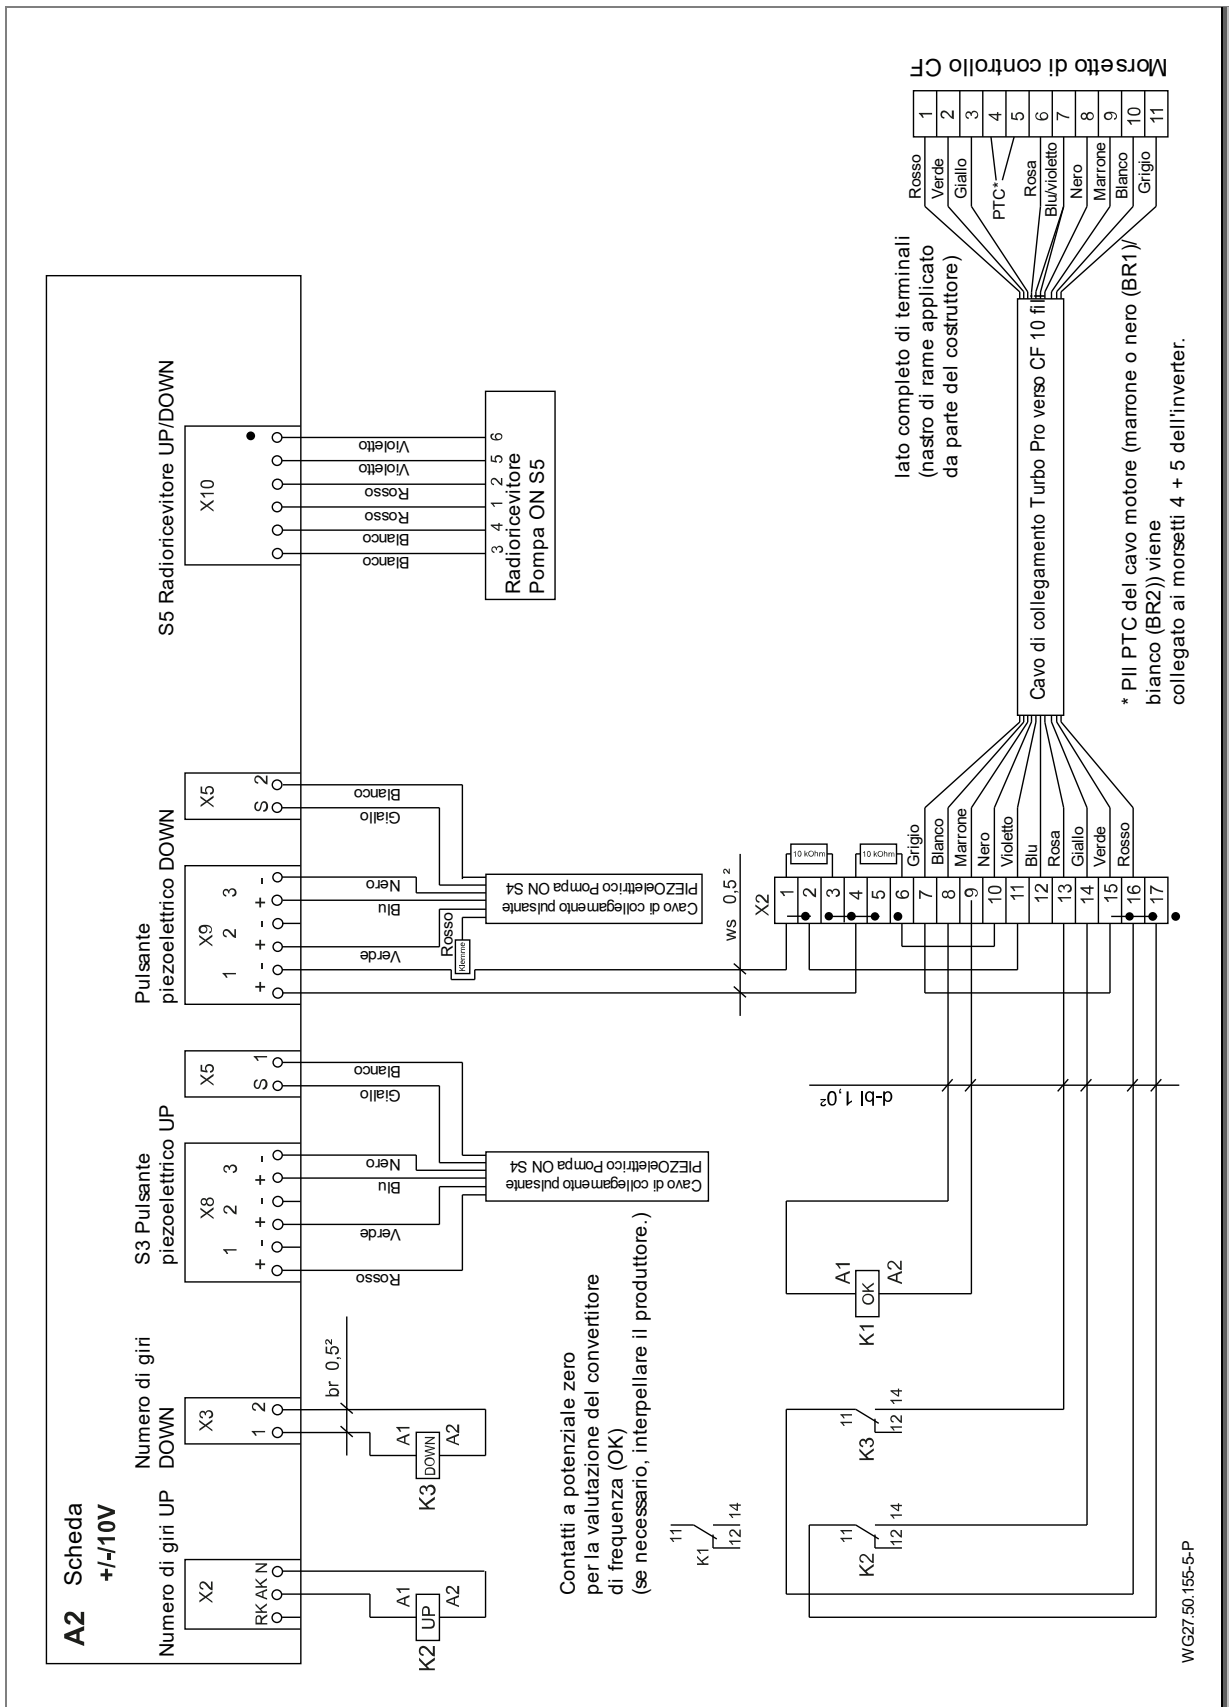

Fig. 19
14. Cablare i fili per il PTC (marrone o nero (BR1)/bianco (BR2)) in base allo schema elettrico. Vedere "Fig. 19" a pagina 25.